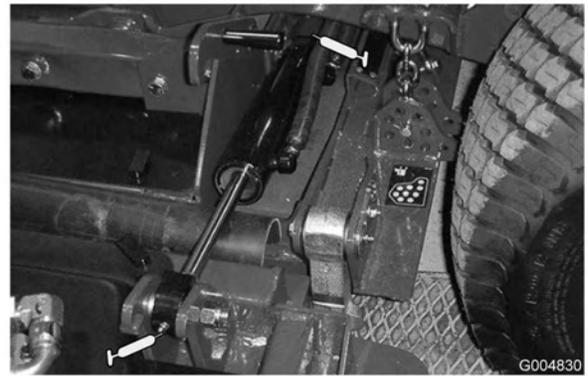

Bild 45
Seitliche Hubzylinder (4) (Bild 45)